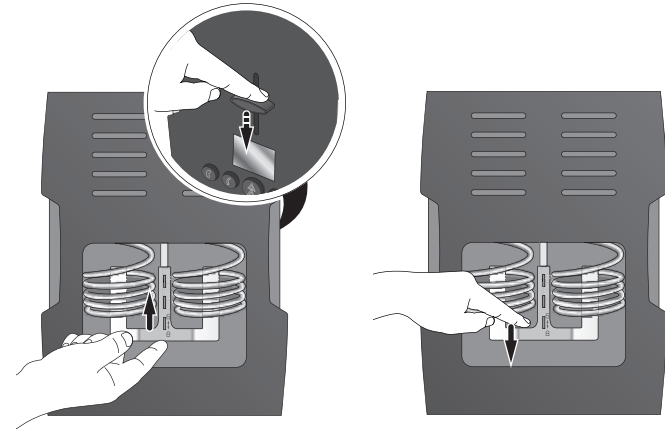

Abb. 10: (a) Wurstauflage entnehmen (b) Wurstauflage einsetzen
5. Entnehmen Sie die Wurstauflage (Abb. 10 a): Fixieren Sie dazu den Schieber der Wurstauflage und heben Sie den oberen Winkel an der Wurstauflage an. Sie können die Wurstauflage nun entnehmen.
10. Setzen Sie die Wurstauflage wieder ein (Abb. 10 b). Führen Sie dazu die Flügel der Wurstauflage von unten in die Heizspiralen ein. Arretieren Sie die Wurstauflage, indem Sie die Rastnasen am Heber in die Aussparungen an der Wurstauflage einsetzen. Ziehen Sie die Wurstauflage nach unten. Kontrollieren Sie den festen Sitz der Wurstauflage.